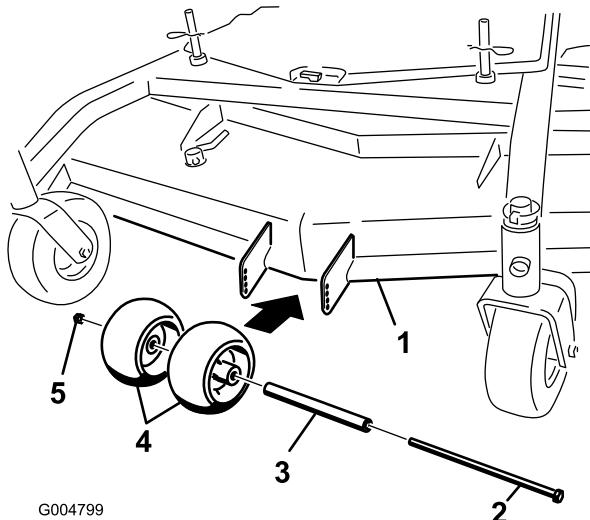
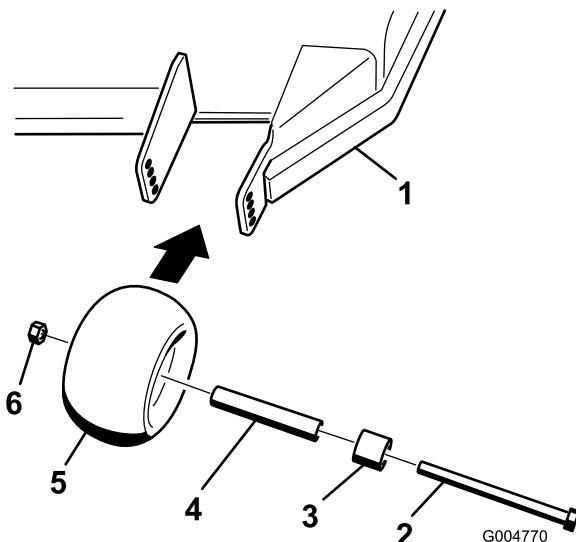
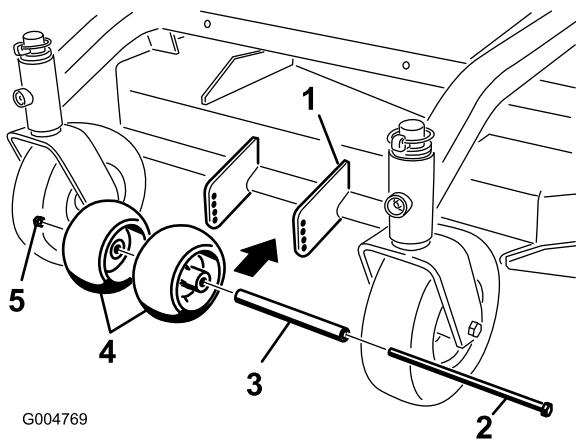

Figure 15
Figure 16
Figure 17
1. Après avoir réglé la hauteur de coupe, vérifiez que les galets anti-scalp procurent une garde au sol minimale de 10 mm (3/8 po) (Figure 15, Figure 16, Figure 17).
2. Si un réglage est nécessaire, retirez le boulon, les rondelles et l'écrou (Figure 15, Figure 16, Figure 17).
3. Choisissez le trou requis pour que les galets anti-scalp soient à 10 mm (3/8 po) ou plus du sol (Figure 15, Figure 16, Figure 17).
4. Remettez le boulon et l'écrou (Figure 15, Figure 16, Figure 17).